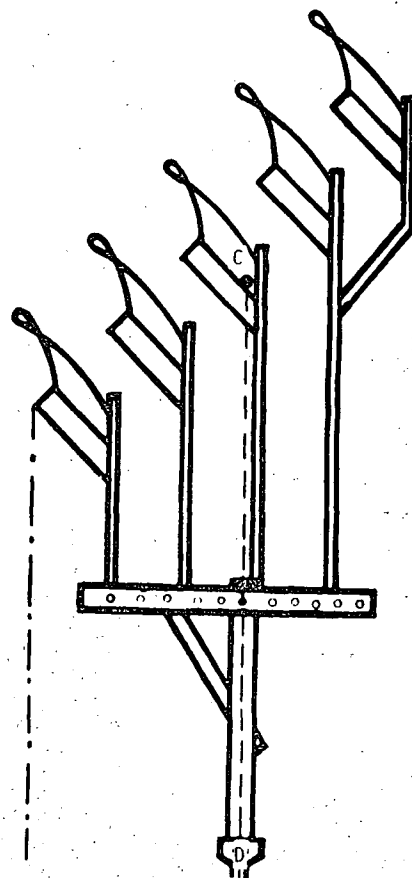

Fig. 2
A *linha de resistência do arado* definida por dois pontos e a que une o centro de resistência do chassis (C) e passa pelo cabeçalho do arado e o ponto de acoplamento (D) (fig. 2).